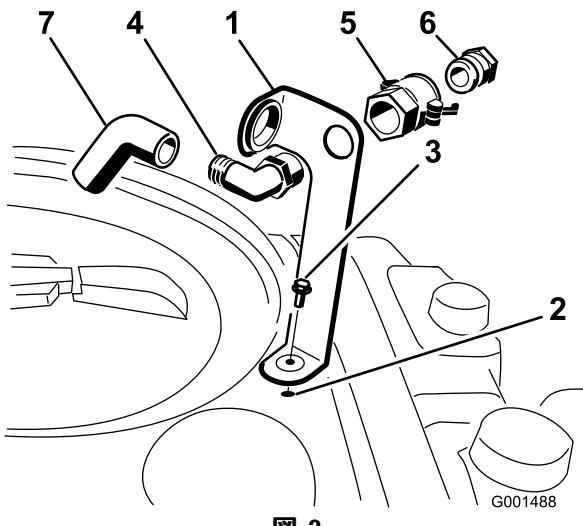

図 3
(図 3)。
2. 90度エルボのネジ切りしている側をブラケットに通し、クイック・カップラでブラケットに固定する(図 3)。
- 3. クイック・カップラにホース・アダプタを取り付ける(図 3)。
- 4. カップラについているレバーをアダプタ側に倒してロックし、ヘアピンコッターで固定する(図 3)。
- 5. 逆流防止ホースを、ブラケットの大きな開口部に通してから、90度エルボに取り付ける(図 3)。